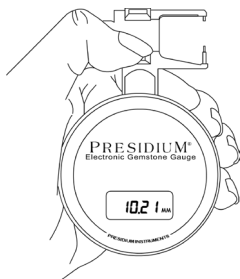

Fig. 2.1
- La jauge Presidium Electronic Gem Gauge devrait être tenue dans la paume d'une main. Contrôlez la coulisse avec le pouce (**Fig 2.1**).